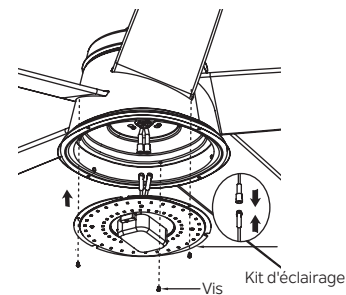

Fig. 21
**Étape 1.** Connectez les 2 connecteurs à une broche du kit d'éclairage aux 2 connecteurs à une broche de l'ensemble moteur. Alignez trois trous ronds sur le kit d'éclairage avec les trous sur le boîtier de l'interrupteur, serrez fermement avec trois (3) vis trouvées dans le pack de matériel du kit d'éclairage. (Fig. 21)